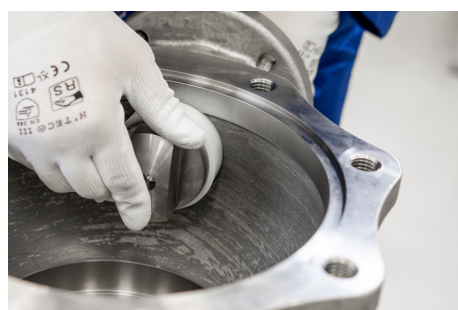

Figure 3
3. Insérez l'axe (4) dans la cavité du corps de la vanne, en permettant au joint SX (7) de s'insérer dans le contre-alésage du corps. (voir la Figure 3).
3. Placez la plaque de verrouillage sur le levier manuel comme indiqué sur la Figure 2. Fixez-la derrière l'oreille et alignez le trou de la plaque de verrouillage avec le trou de la vis SHC sur le levier à main (Figure 3).